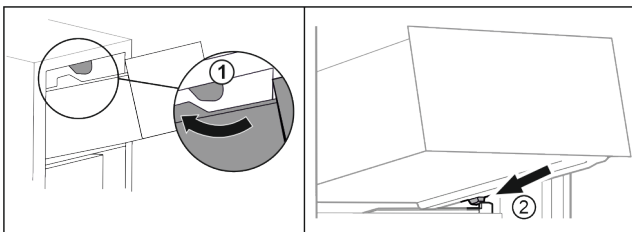

Fig. 98
- ▶ Прокарайте чекмеджето около горните ограничители. Fig. 98 (1)
- ▶ Поставете чекмеджето под ъгъл зад долните ограничители върху реброто на съда. Fig. 98 (2)